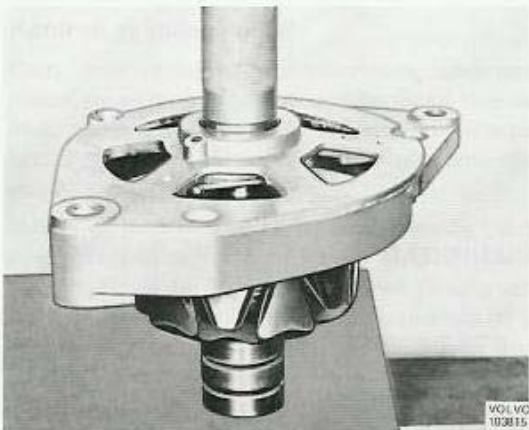

Bild 3-72. Hopsättning av rotor och främre lager-sköld
3. Pressa på lagersköld och distansring på rotorn enligt bild 3-72.